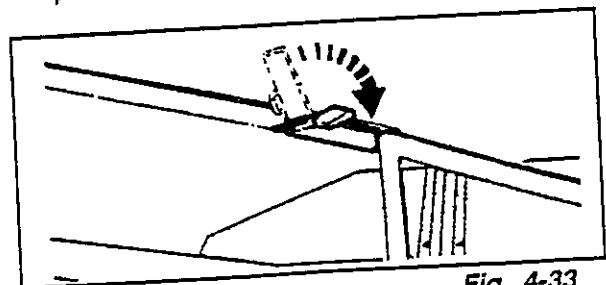

Fig. 4-33
8. Colocar el cerrojo de bloqueo (Fig. 4-33) y elevar algo más la máquina para el transporte.